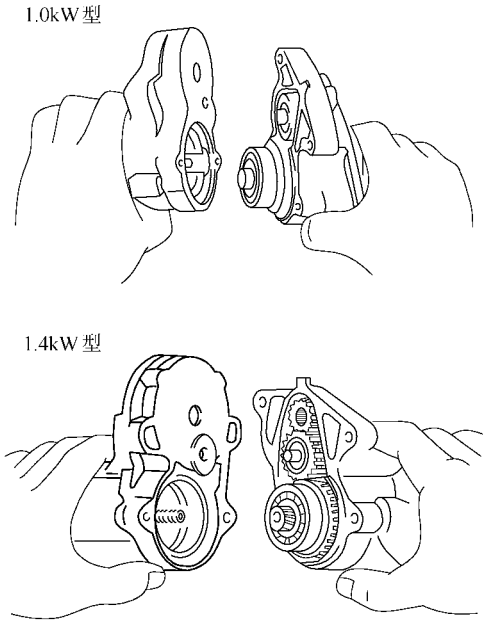

图 6-26 安装起动机外壳
(5) 安装起动机外壳。将回位弹簧上涂敷润滑脂并装入电磁开关的孔内，再将起动机的外壳放在电磁开关上，旋紧两个螺钉，如图 6-26 所示。
(6) 将带电枢的磁场框架装到电磁开关部件上。